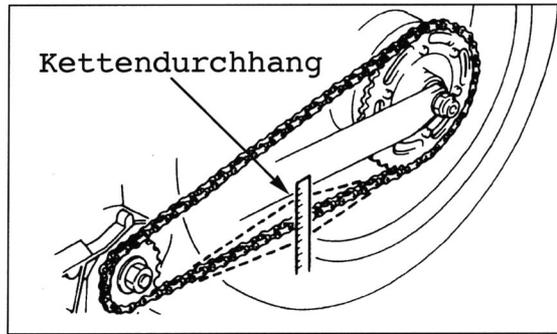
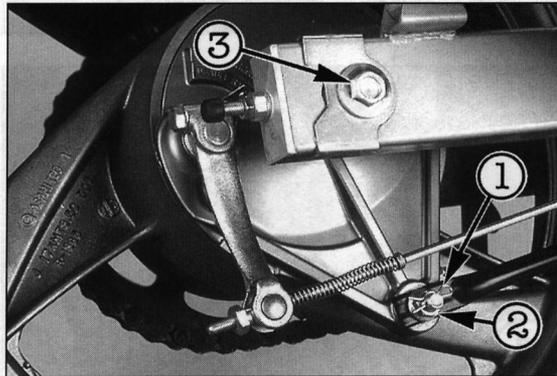

Bild 68
Bild 69
- Motorrad auf Hauptständer stellen, Getriebe in Leerlaufstellung und Durchhang an straffster Stelle unten mittig zwischen den Kettenrädern messen. Sollwert 35 – 40 mm (Bild 68).
- Zum Korrigieren des Durchhangs rechts Sicherungssplint an Zugankermutter ① Bild 69 und links Sicherungssplint an Achsmutter ① Bild 68 entfernen.
- Zugankermutter ② Bild 69 und Achsmutter ② Bild 68 lockern.